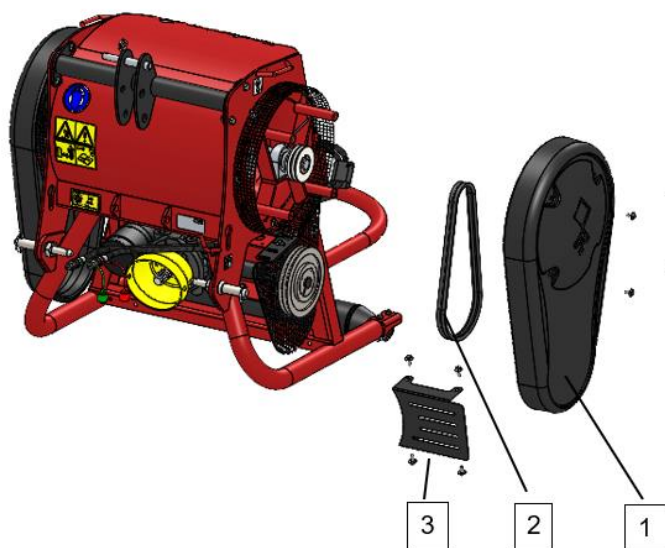

Fig. 13
3. Maak de tandwielkast bereikbaar door de zijkap, V-snaren en de afdekkap van de aandrijving te verwijderen, zie Fig. 13 en de partspage voor details.